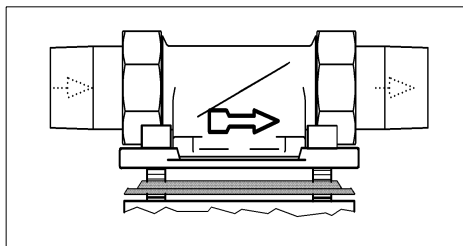

Fig. 1: bride rotative de montage
- sens d'écoulement (cf. fig. 1)